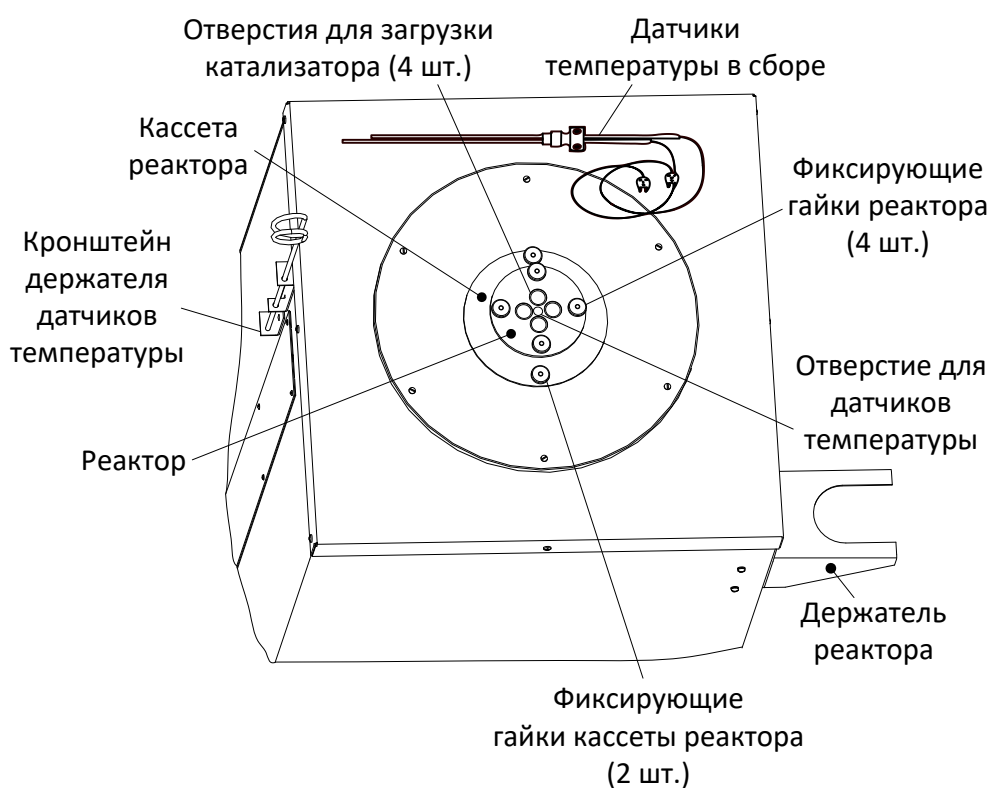
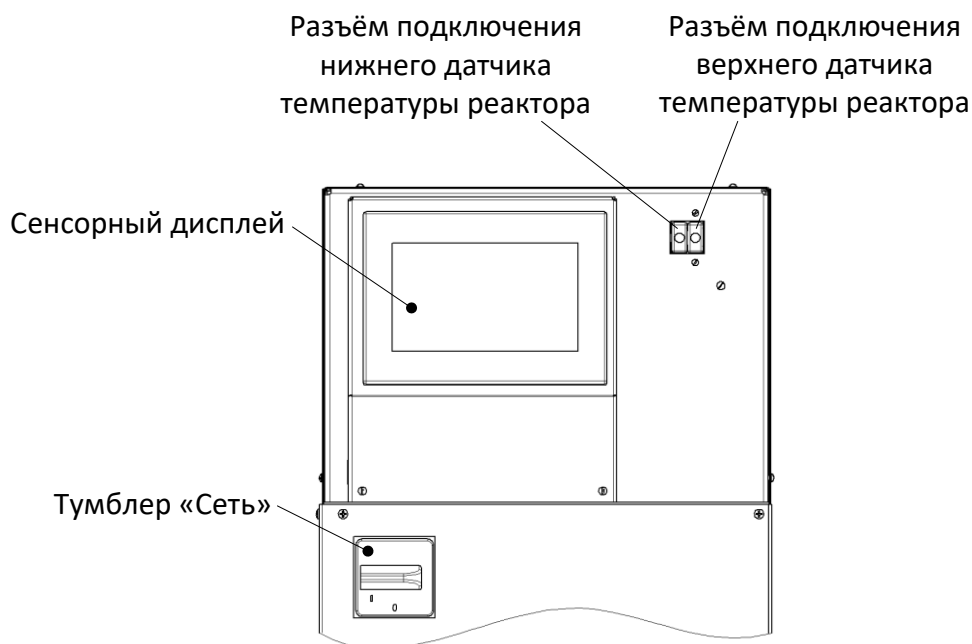

Рисунок 4 – Блок нагрева
Рисунок 6 – Разъёмы подключения датчиков температуры
4.4.1 Установка пыжа в реактор показана на рисунке 10 (реактор показан в разрезе). Продуть трубки реактора сжатым воздухом и установить реактор на держатель (рисунок 4). Поместить в каждую трубку приспособления для извлечения пыжей. Установить пыжи при помощи трамбовки из комплекта поставки. Верхняя метка на трамбовке соответствует высоте пыжа 20 мм относительно сетки трубки реактора. Пыж должен заполнять всё сечение трубки во избежание просыпания катализатора внутрь кассеты, но не должен быть уложен очень плотно, чтобы не создавать чрезмерного сопротивления потоку воздуха и пара.
- 4.4.3 Установить реактор в кассету на блоке нагрева и зафиксировать его гайками (рисунок 4).
устанавливаются в реактор до утопления нижней части держателя в центральном отверстии (рисунок 4). Вилки датчиков подключаются к розеткам разъемов на передней панели блока управления (рисунок 6).